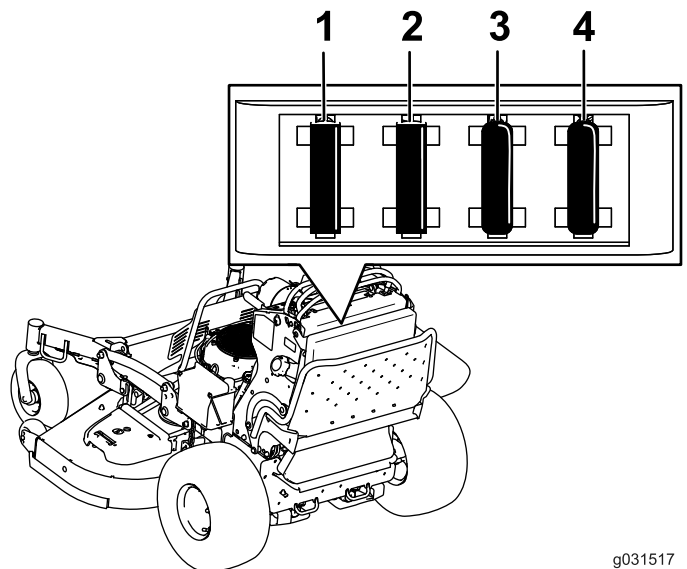

Figure 52
2. Tirez sur le fusible pour le sortir ou le remplacer (Figure 52).
**Remarque:** Veillez à utiliser un fusible du bon calibre Figure 52.